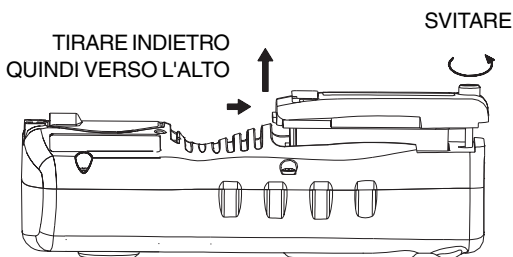

Figura 4: Rimozione del pacco batterie
3.2 Rimozione e sostituzione del pacco batterie (Figura 4)